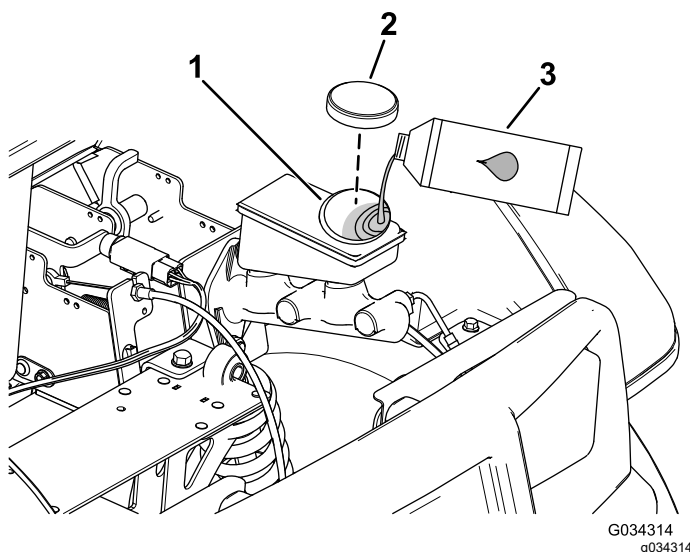

Figura 51
2. Sollevate il cofano per avere accesso al cilindro del freno principale e al serbatoio (Figura 51).
- A. Pulite l'area intorno al tappo del serbatoio e togliete il tappo (Figura 51).
- C. Montate il tappo sul serbatoio (Figura 51).